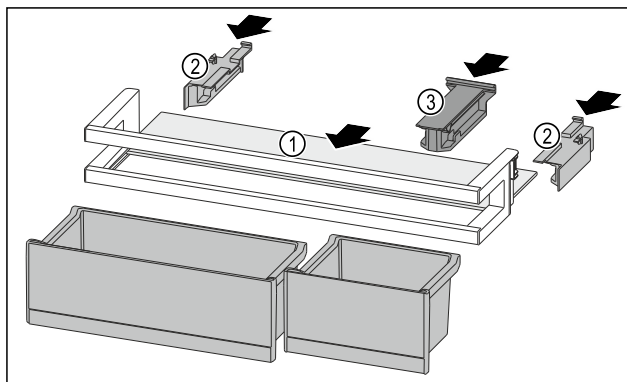

Fig. 100
- ▶ Odkládací plochu Fig. 100 (1) zasuňte do bočních vybrání.
- ▶ Boční díly Fig. 100 (2) vložte.
- ▶ Držák Fig. 100 (3) vložte.